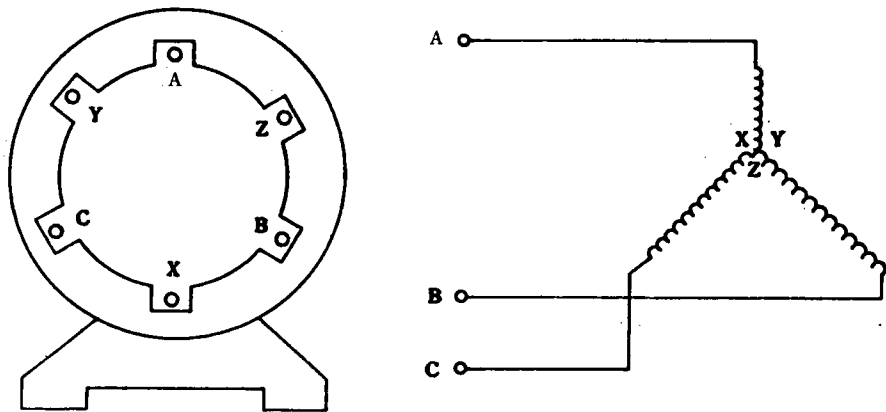
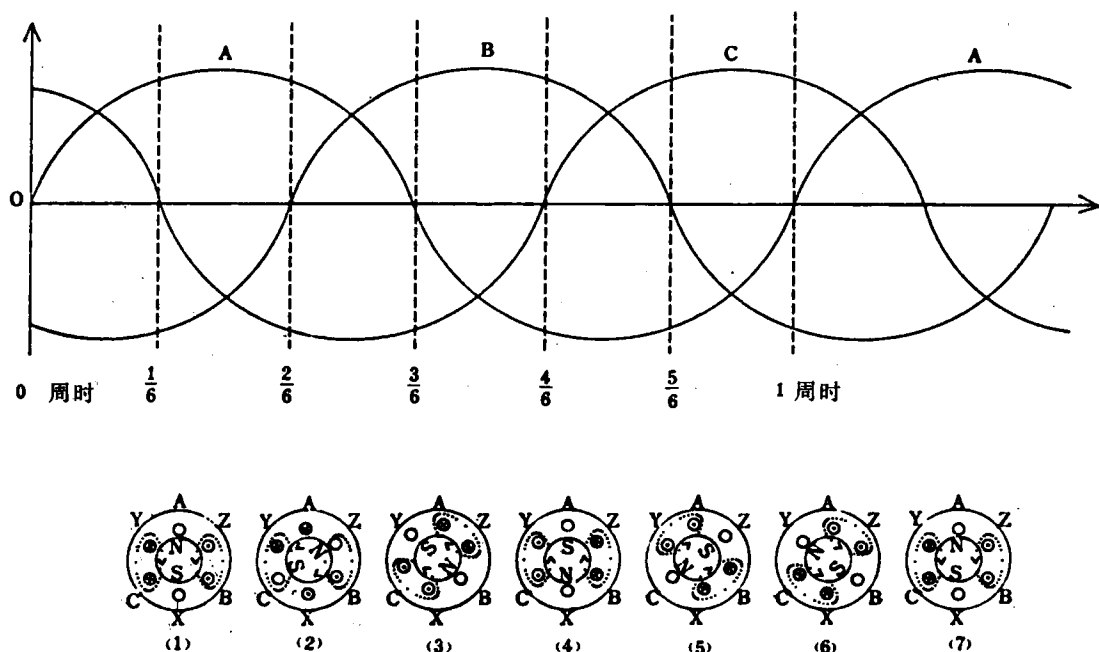

图 2-5 2 极异步电动机绕组及星形接法
图 2-6 三相对称电流波形图及旋转磁场示意图
所谓旋转磁场，就是按一定规律分布的磁场，围绕 1 个轴心在空间不断地旋转。当异步电动机的定子绕组中通入三相交流电时，气隙中就会产生 1 个旋转磁场，把定子获得的能量传递到转子上，转子也就转动起来。异步电动机的定子绕组是由许多个线圈连接而成的，所有线圈都按顺序放在定子铁芯槽里，然后依照一定规律连接起来，成为三相定子绕组。为了便于说明问题，我们以 2 极电动机为例，把分布在定子圆周上的三相绕组用 3 个相同的单匝线圈代替。它们在空间是对称分布的。也就是说，它们的始端 ABC（或末端 XYZ）在空间位置上互隔 120 度。我们把 3 个绕组接成星形，并接到对称的三相电源上，如图 2-5 所示。于是，在定子三相绕组中便通过三相对称电流 ABC 如图 2-6 为三相对称电流的波形图。为了分析方便，习惯规定电流为正值时是从绕组的始端流向末端，即电流流入纸面时用符号 $\otimes$ 表示，流出纸面时用符号 $\odot$ 表示，根据这个规定，我们分析在不同瞬间由三相电流所产生的磁场是什么情况。
当在 0 周时瞬间, B 为负, 即电流从 B 相的末端 Y 流向始端 B (Y 为 $\otimes$, B 为 $\odot$); C 为正, 即电流 C 相绕组的始端 C 流向末端 Z (C 为 $\otimes$, Z 为 $\odot$); A 相绕组中的电流为 0, (A 为 0, X 为 0), 应用右手螺旋定则, 可以确定合成磁场的方向, 即 N 极在上, S 极在下, 如图 2-6-(1)
在 $\frac{1}{6}$ 周时瞬间, A 为正 (A 为 $\otimes$, X 为 $\odot$), B 为负 (B 为 $\odot$, Y 为 $\otimes$), C 为零 (C 为 0, Z 为 0)。从图 2-6-(2) 可以看出, 由 A、B 产生的合成磁场的方向比 0 周时按顺时针方向旋转了 60 度。
在 $\frac{2}{6}$ 周时瞬间, A 为正 (A 为 $\otimes$, X 为 $\odot$), C 为负 (C 为 $\odot$, Z 为 $\otimes$), B 为零 (B 为 0, Y 为 0)。从图 2-6-(3) 可以看出, 由 A、C 产生的合成磁场的方向比 $\frac{1}{6}$ 周时按顺时针方向又旋转了 60 度。
在 $\frac{3}{6}$ 周时瞬间, B 为正 (B 为 $\otimes$, Y 为 $\odot$), C 为负 (C 为 $\odot$, Z 为 $\otimes$), A 为零 (A 为 0, X 为 0)。从图 2-6-(4) 可以看出, 由 B、C 产生的合成磁场的方向比 $\frac{2}{6}$ 周时按顺时针方向又旋转了 60 度。
在 $\frac{4}{6}$ 周时瞬间, B 为正 (B 为 $\otimes$, Y 为 $\odot$), A 为负 (A 为 $\odot$, X 为 $\otimes$), C 为零 (C 为 0, Z 为 0)。从图 2-6-(5) 可以看出, 由 B、A 产生的合成磁场的方向比 $\frac{3}{6}$ 周时按顺时针方向又旋转了 60 度。
在 $\frac{5}{6}$ 周时瞬间, C 为正 (C 为 $\otimes$, Z 为 $\odot$), A 为负 (A 为 $\odot$, X 为 $\otimes$), B 为零 (B 为 0, Y 为 0)。从图 2-6-(6)可以看出, 由 C、A 产生的合成磁场的方向比 $\frac{4}{6}$ 周时按顺时针方向又旋转了 60 度。
在 1 周时瞬间, B 为负 (B 为 $\odot$, Y 为 $\otimes$), C 为正 (C 为 $\otimes$, Z 为 $\cdot$), A 为零 (A 为 0, X 为 0)。从图 2-6-(7)可以看出, 由 C、B 产生的合成磁场的方向比 $\frac{5}{6}$ 周时按顺时针方向又旋转了 60 度。同时又可看出, 它与 0 周时的合成磁场方向是一样的, 即磁场又转回到原来的样子。它已旋转了整整 1 周, 转过了 360 度。如是周而复始, 磁场则不断地旋转下去, 每秒钟旋转 50 周 (即 50 周波, 或叫 50 赫兹), 每分钟磁场则旋转 3000 转。